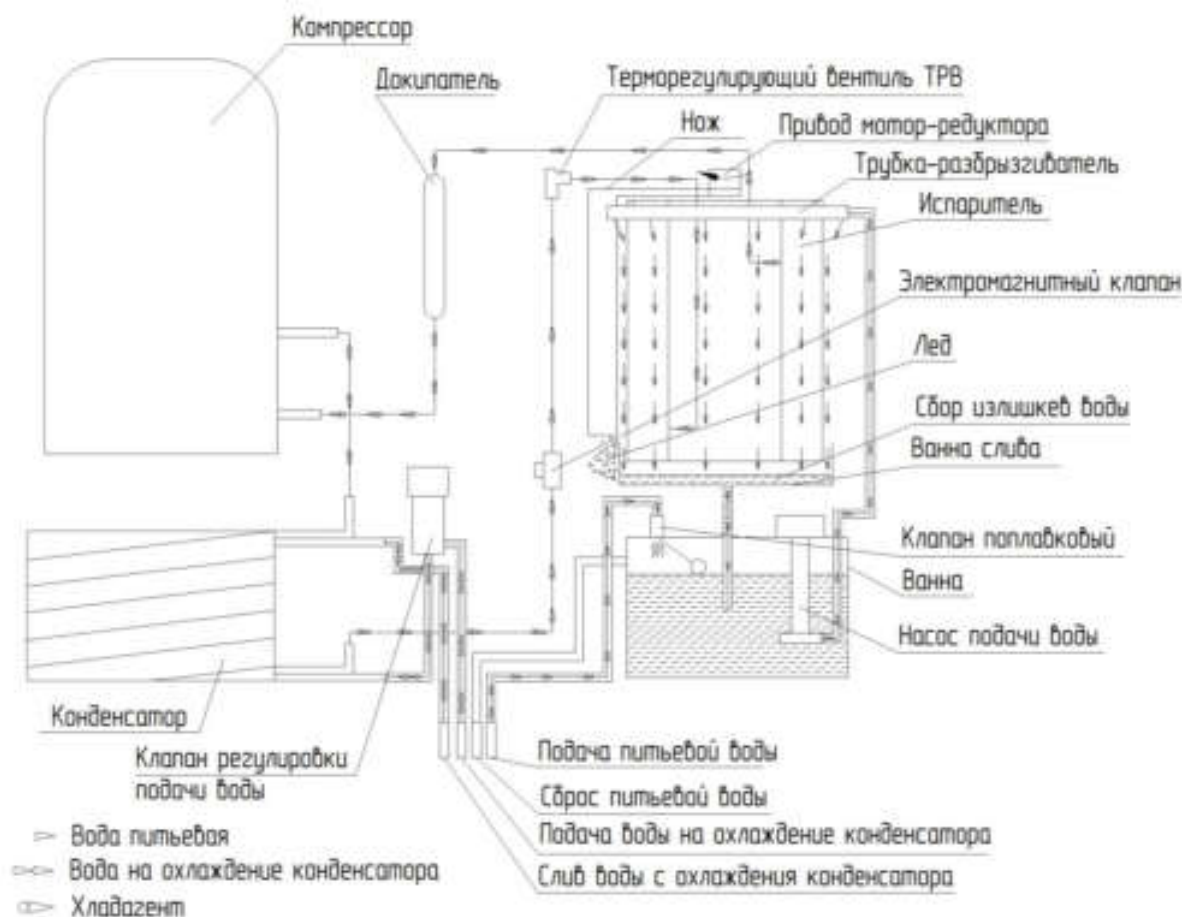

Рис.3 Режим заморозки
2. Режим *ЗАМОРОЗКА* (Рабочий режим) (рисунок 3)